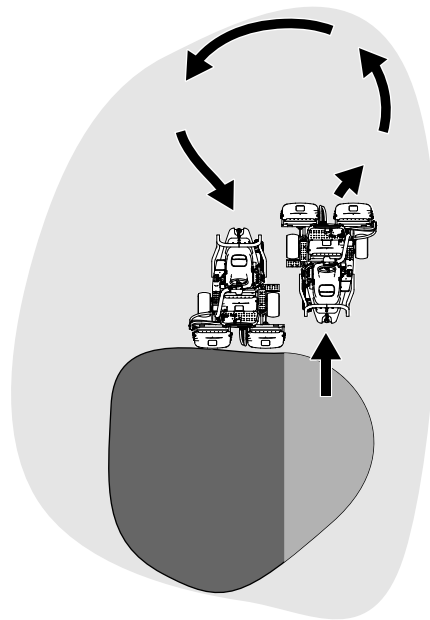

Figura 22
6. Para reduzir o tempo de operação e facilitar o alinhamento para o passe seguinte, vire momentaneamente a máquina na direção oposta e, em seguida, vire na direção da faixa a cortar. O movimento é na forma de gota (Figura 22) e permite alinhar rapidamente a máquina para o próximo passe.